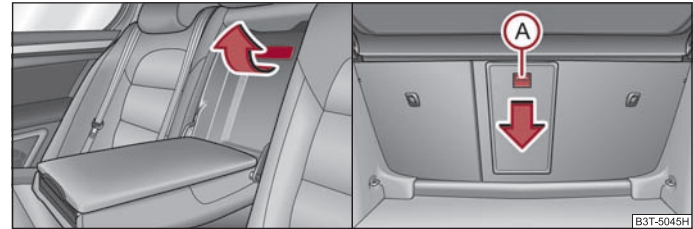

Fig. 116 Bancheta spate: Mânerul capacului/Portbagajul: Tasta de deblocare
- Trageți mânerul până la limită în sus și rabatați capatul în jos ⇒ fig. 116 - stânga.
- Împingeți tasta de deblocare (A) ⇒ fig. 116 în jos și rabatați capatul (cu cotiera) în față.